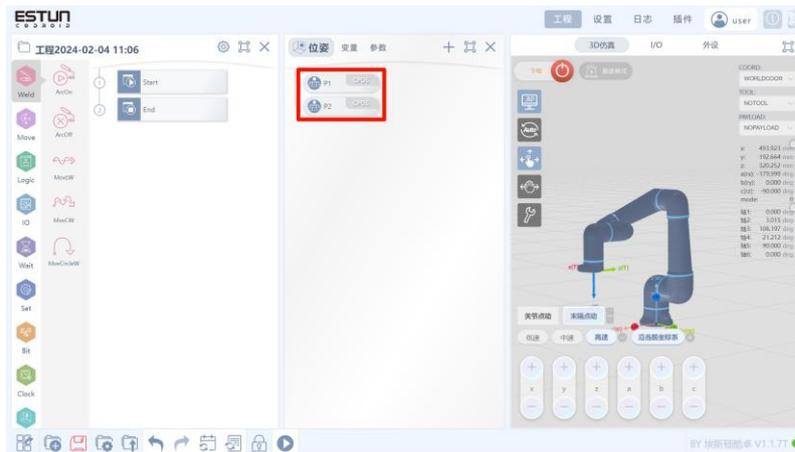

图 3-8
3. 重复 1，2 步骤即可添加第二个点，如图 3-8 所示；